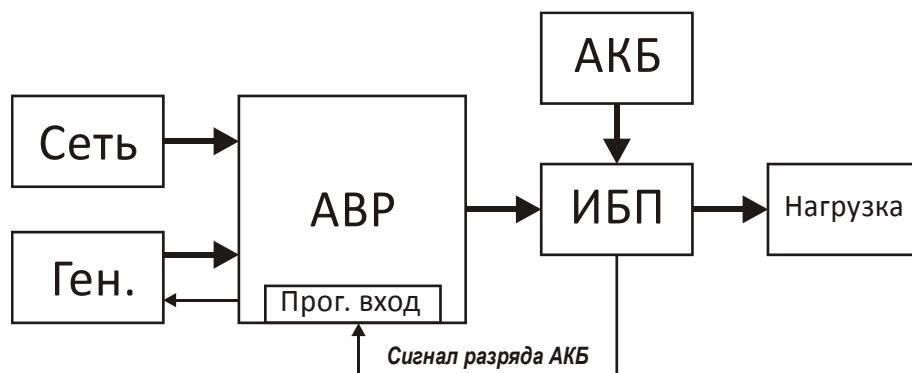
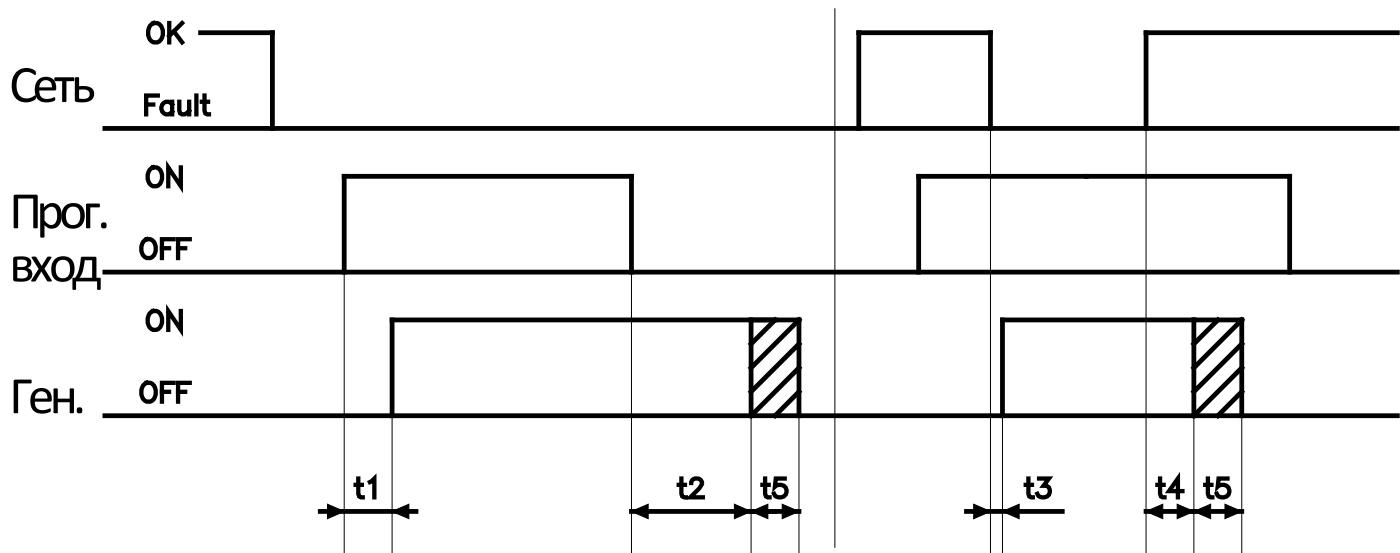

Рис. 5.4. Блок-схема совместной работы АВР и ИБП.
Рис. 5.5. Диаграмма работы в режиме «Удалённый запуск».
Пример совместной работы АВР и ИБП (рис. 5.4, рис. 5.5). Исходные условия:
- тип контакта управления - нормально разомкнутый (NO), т.е. активное состояние – замкнутый контакт (P221, табл. 5.3);
- задержка на активацию входа t1 (рис. 5.5) будет определяться параметрами P222 и P223 (табл. 5.3);
- задержка на деактивацию входа t2 (рис. 5.5) будет определяться параметрами P224 и P225 (табл. 5.3).